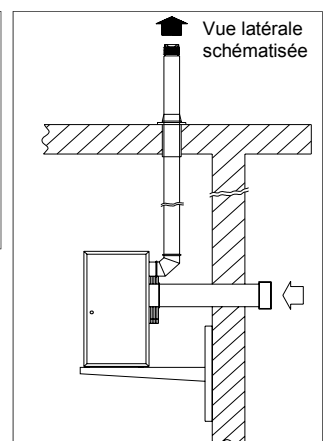

Fig. 9
- Si le toit est en même temps le plafond, les gaz perdus sont évacués verticalement par le toit. L'air de combustion est alors alimenté horizontalement à travers le mur extérieur (fig. 9).